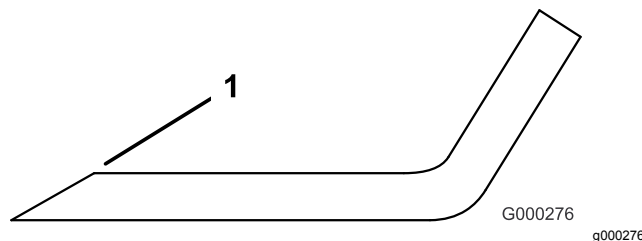

Figura 32
3. Esaminare i taglienti di tutte le lame, e affilateli se fossero ottusi o scheggiati. Affilate soltanto la parte superiore del tagliente e mantenete l'angolo di taglio originale per garantire l'affilatura (Figura 32). La lama rimane bilanciata soltanto se viene rimossa una quantità uguale di metallo da entrambi i taglienti.